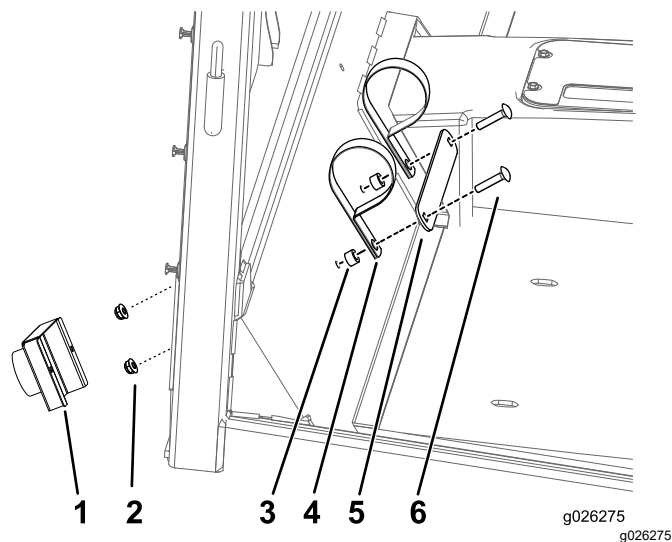

Рисунок 47
1. Установите тубус для хранения *Руководства оператора* (Рисунок 47).